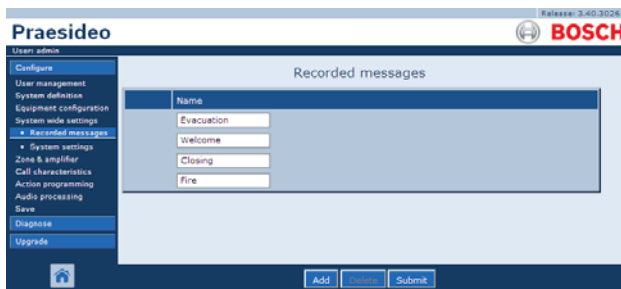

рисунок 45.5: Регистрация сообщения, шаг 4
- Нажмите кнопку *OK* для добавления записанного сообщения в список зарегистрированных записанных сообщений. В основной части веб-интерфейса откроется экран, подобный экрану, приведенному на рисунок 45.5.